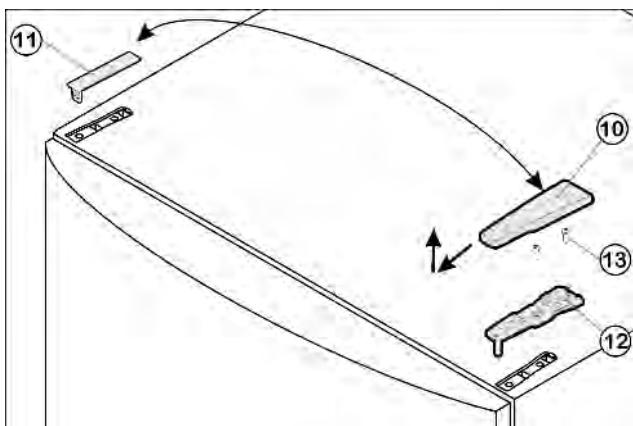

Fig. 4
- Потяните крышку Fig. 4 (10) вперед и вверх.
- Снимите крышку Fig. 4 (11).
- Открутите верхний опорный кронштейн Fig. 4 (12)(2 шт. Torx® 25) Fig. 4 (13) и вытяните вверх.
- ▶ Установите верхний опорный кронштейн Fig. 4 (12) на новой стороне шарнира и защелкните в дверце.
- ▶ Прикрутите верхний опорный кронштейн Fig. 4 (12) **(с моментом 4 Нм)** (2 шт. Torx® 25) Fig. 4 (13). При необходимости проделайте отверстия или используйте аккумуляторную отвертку.
- ▶ Защелкните крышку Fig. 4 (10) и крышку Fig. 4 (11) на противоположной стороне.